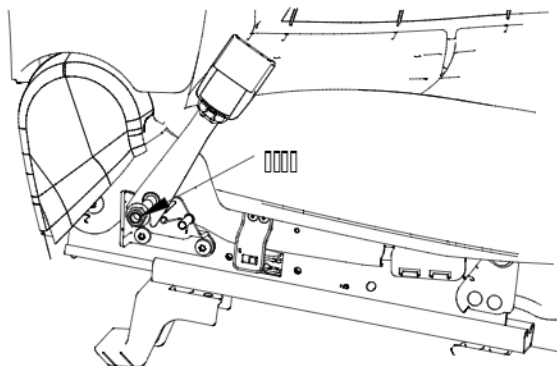

图 1-5
10、拆卸带扣螺母, 然后拆除安全带带扣。螺栓拧紧力矩 $42\text{N}\cdot\text{m}$ (图 1-5)。